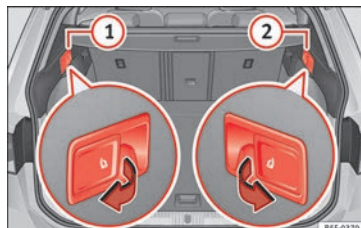

Fig. 153 En el maletero: palancas para desbloqueo a distancia de las partes izquierda ① y derecha ② del respaldo trasero.
- Tire de la palanca de desbloqueo a distancia de la parte izquierda » fig. 153 ① o derecha ② del respaldo en el sentido de la flecha. La parte desbloqueada del respaldo trasero se abate automáticamente hacia delante.